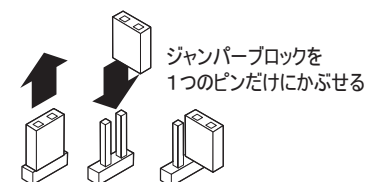

図 3 ジャンパー1を一方向設定にする
3. メインデータボード上のジャンパー JMP1 位置を確認します。ジャンパーブロックを抜き取り、1つのピンだけにかぶせます(図3参照)。